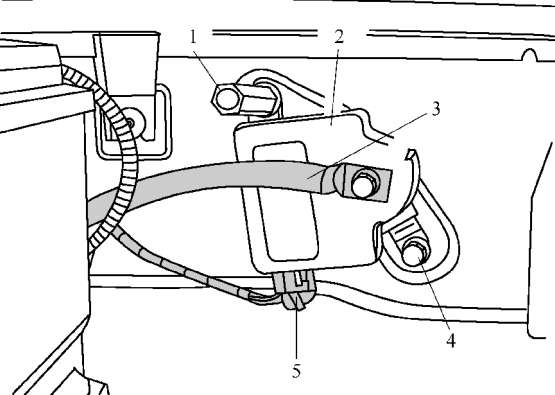

图 9-3-2 拆卸电源管理系统控制单元 J644
(3) 如图 9-3-2 所示，旋出接地线柱 1 和螺母 4，拆下电源管理系统控制单元 J644(编号 2)，将连接蓄电池的接地线 3 从电源管理系统控制单元 J644 上拆下，脱开电气插接器 5。
(1) 如图 9-3-2 所示，将连接蓄电池的接地线 3 接到电源管理系统控制单元 J644 上。
(2) 将电源管理系统控制单元 J644(编号 2) 用螺栓连接到车身上，此外还应旋入并拧紧接地线柱 1 和螺母 4。
(3) 将接地线连接在蓄电池上。
(4) 将电气插接器 5 连接在电源管理系统控制单元 J644 上。